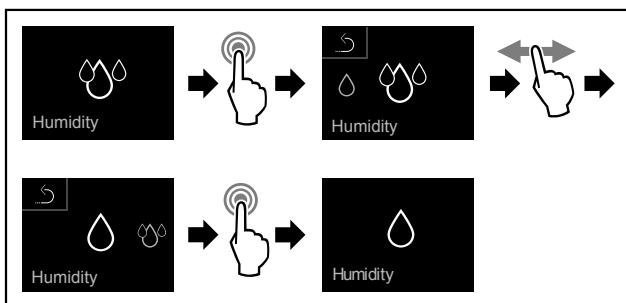

Fig. 70
- Obavite korake postupka (pogledajte Fig. 70).